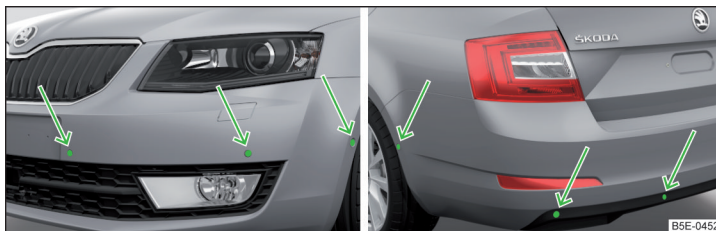

Fig. 146 Locul de amplasare al senzorilor de pe partea stângă a autovehiculului: față/spate
- Mențineți senzorii sistemului » fig. 146 la pagina 128 curați, fără zăpadă sau gheață și nu îi acoperiți cu niciun fel de obiecte, pentru a nu limita funcționarea sistemului.
Sistemul calculează cu ajutorul undelor de ultrasunete distanța dintre bara de protecție și un obstacol. Senzorii cu ultrasunete se găsesc în bara de protecție spate, respectiv și în bara de protecție față, în funcție de dotarea autovehiculului » fig. 146.